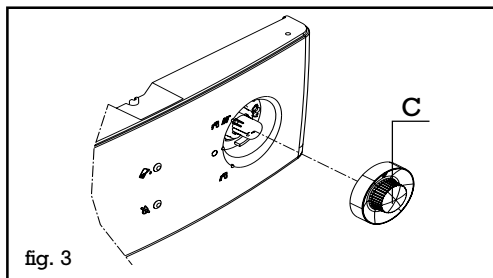
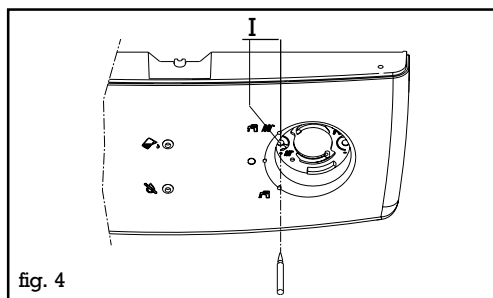
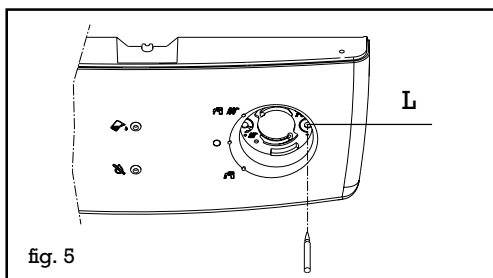

fig. 3
fig. 4
fig. 5
De todas formas, se puede regular de diferente forma la temperatura sacando el selector de función (C – fig.3) y accionando el potenciómetro específico (I – fig.4) con el destornillador suministrado.
De todas formas, en el caso de que fuese necesario, se puede regular la temperatura sacando el selector de funcionamiento (C – fig.3) y accionando el potenciómetro específico (L – fig.5) con el destornillador suministrado.
De qualquer maneira é possível calibrar de forma diferente a temperatura retirando o selector de função (C – fig.3) e agindo no próprio potenciómetro (I – fig.4), mediante a chave de parafusos entregue.
A temperatura da água do circuito sanitário é pré-calibrada de fábrica para cerca de 50°C. De qualquer forma, é possível, se houver necessidade, regular a mesma retirando o selector de função (C – fig. 3) e agindo no próprio potenciómetro (I) – fig. 5 – por meio da chave de parafusos entregue.